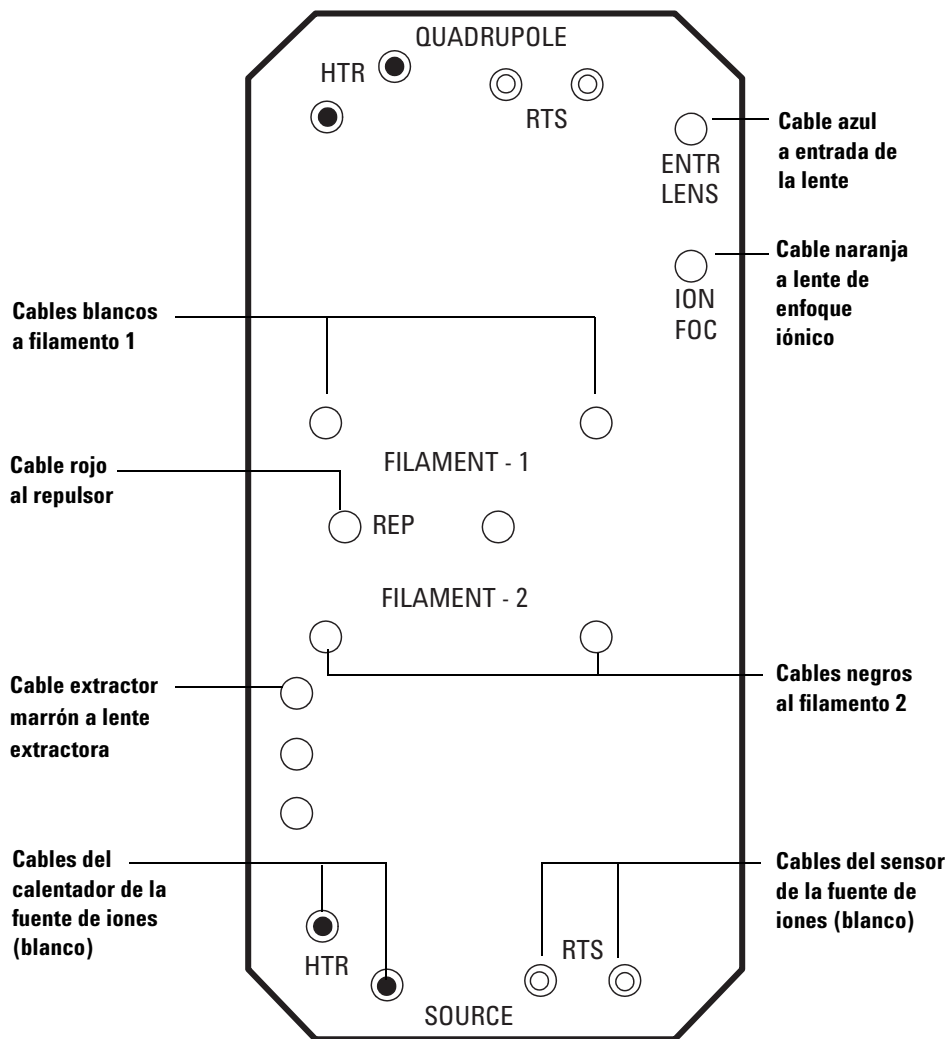
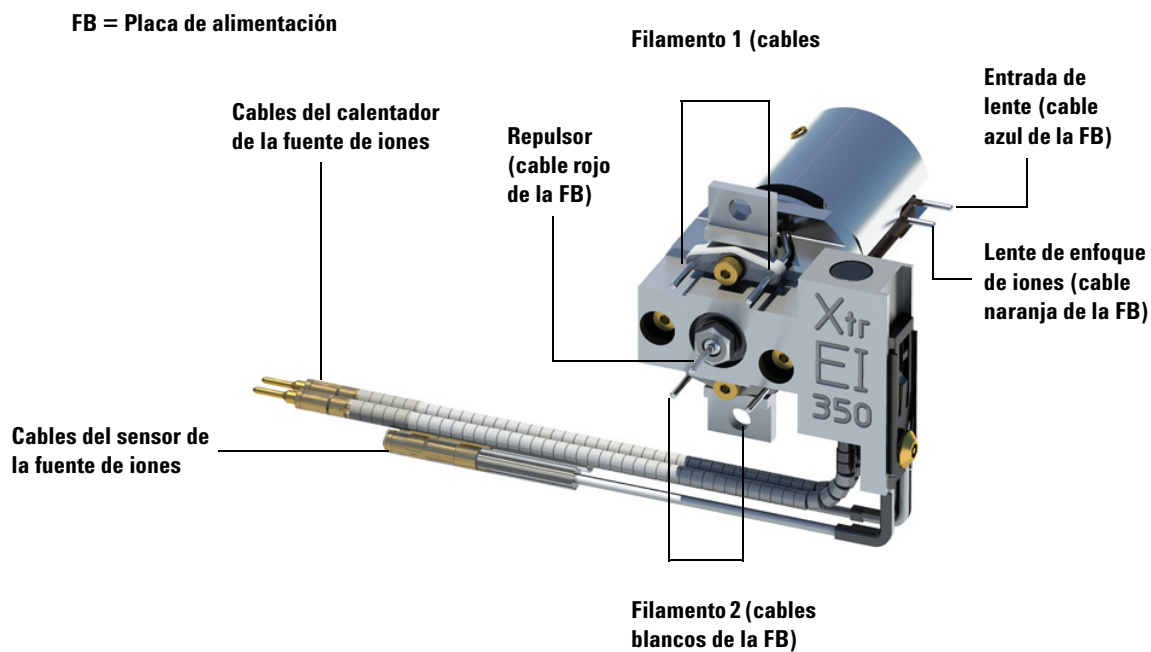

Figura 29 Cableado de la placa de alimentación
Figura 30 Cableado de la fuente de iones
- 3 Conecte los cables de la fuente iónica como se muestra en Figura 30 en la página 172.
Consulte la Tabla 22 para leer una descripción del cableado y la Figura 29 en la página 171 y la Figura 30 en la página 172 para ver ilustraciones del mismo. El término "Placa" de la tabla hace referencia a la placa de alimentación situada junto a la fuente de iones.
- 4 Si está retirando una fuente extractora, quite el cable extractor marrón de la placa de alimentación y almacénelo con la fuente extractora de iones de EI. Consulte la sección Figura 30 en la página 172.